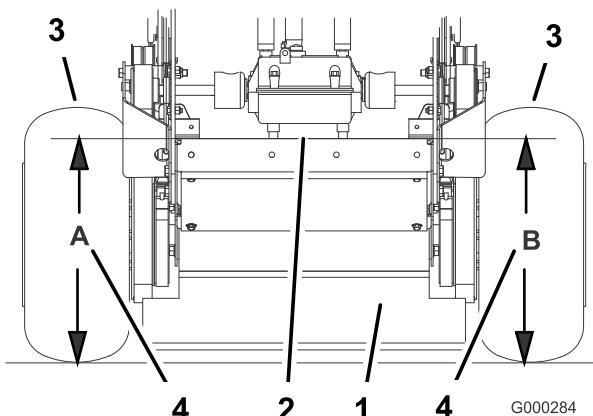

Figura 62
4. Mida la altura de la carcasa del motor en la posición A (Figura 62).
5. Mida la altura de la carcasa del motor en la posición B (Figura 62).